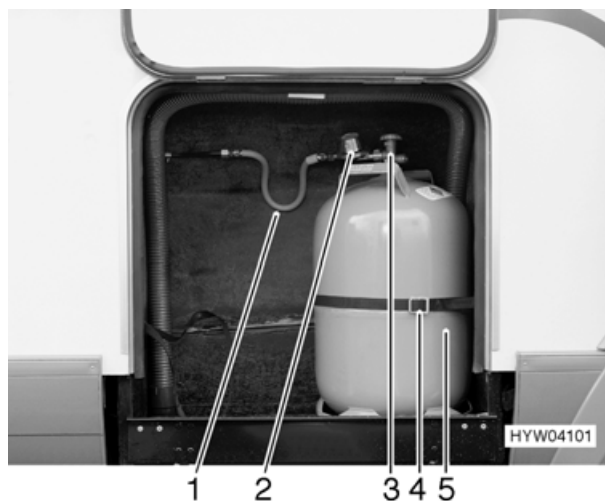

Bild 53 Gaskasten
- Haupt-Absperrventil (Bild 53,3) an der Gasflasche (Bild 53,5) schließen. Pfeilrichtung beachten.
- Gasdruckregler (Bild 53,2) mit Gasschlauch (Bild 53,1) von der Gasflasche von Hand abschrauben (Linksgewinde).
- Befestigungsgurt (Bild 53,4) lösen und Gasflasche herausnehmen.